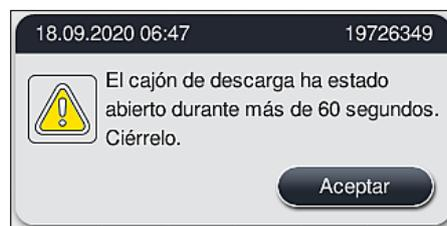

Fig. 91
- El usuario recibe un mensaje informativo (→ "Fig. 91") si el cajón de descarga permanece abierto durante más de 60 segundos.